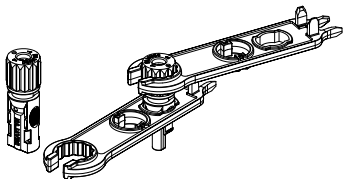

Abb. 3.5 Stecker mit aufgeschraubter Überwurfmutter
c) Führen Sie den Kontaktstift in den oberen Teil des Steckers ein und schrauben Sie die Überwurfmutter vollständig auf den oberen Teil des Steckers, wie in Abbildung 3.5 gezeigt.